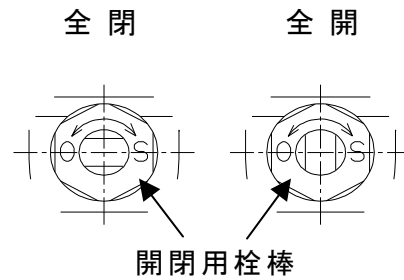

図2
③ 分水栓を全開にする。(図2)
③ストロークエンドまで穿孔作業を行う。
④ラチェットハンドルを外し、送りレバーを右に止るまで回し、ホルソを引き上げる。
⑤ボールバルブのハンドルを90°づつ右・左に開閉して水を流し切粉を排出する。
⑥ボールバルブを全閉にし、ホースを取り外す。
⑦分水栓を全閉にする。(図2)
- ①アダプタから穿孔機本体を外す。
- ②穿孔機本体からホルソ、シャンクを外す。
- ③分水栓からアダプタを外す。
- ④穿孔機取り付け口にキャップを取り付ける。